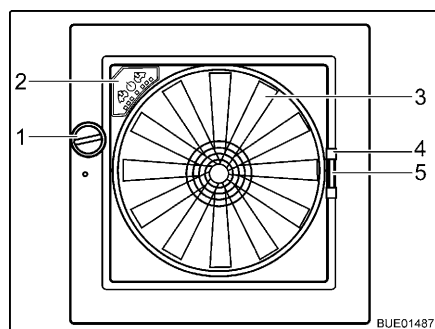

Bild 114 Taklucka Omni-Vent
- Vrid på vredet (Bild 114,1) tills önskad öppningsvinkel har nåtts.
- Vrid på vredet (Bild 114,1) tills takluckan är helt stängd.
- Stänga:** ■ Dra insektsskyddet i handtaget (Bild 114,4) till motstående ramsida.
- Stänga:** ■ Tryck ihop mörkläggningsgardinens handtag (Bild 114,5).
- Fläkt** När takluckan är öppen kan kupén ventileras och vädras med fläkten (Bild 114,3) i 6 nivåer. Fläkten regleras via reglagen (Bild 114,2).